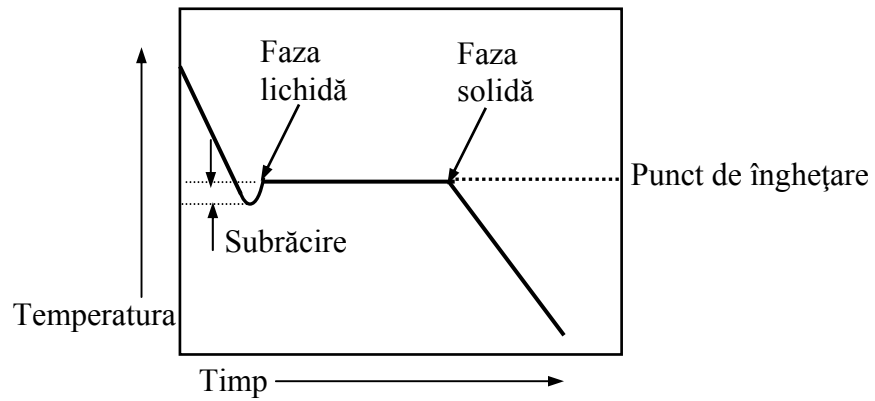

Fig. 1: Curba de răcire pentru solidificarea unui metal pur
Curbele de răcire prezintă forme caracteristice pentru componenții puri și pentru amestec. În cazul unui component pur, în porțiunea inițială are loc o scădere uniformă a temperaturii, prin răcirea componentului pur în stare lichidă (fig. 1). Urmează un palier orizontal, la o temperatură care corespunde celei de solidificare a componentului respectiv; temperatura se menține constantă până ce acesta se solidifică în întregime. În acest caz, pierderea de căldură în mediul înconjurător este compensată de degajarea căldurii latente de topire (procesul de topire este deci izoterm). Urmează o nouă scădere uniformă de temperatură, ce corespunde răcirii metalului solidificat.
Curba de răcire a unei substanțe se suprapune, în mod normal, peste curba de încălzire. Se întâmplă însă ca unele lichide să se răcească sub temperatura de solidificare. Fenomenul se numește *subrăcire* (fig. 1).
4. Interpretați diferitele domenii ale diagramelor de faze din fig.1 și fig.4.